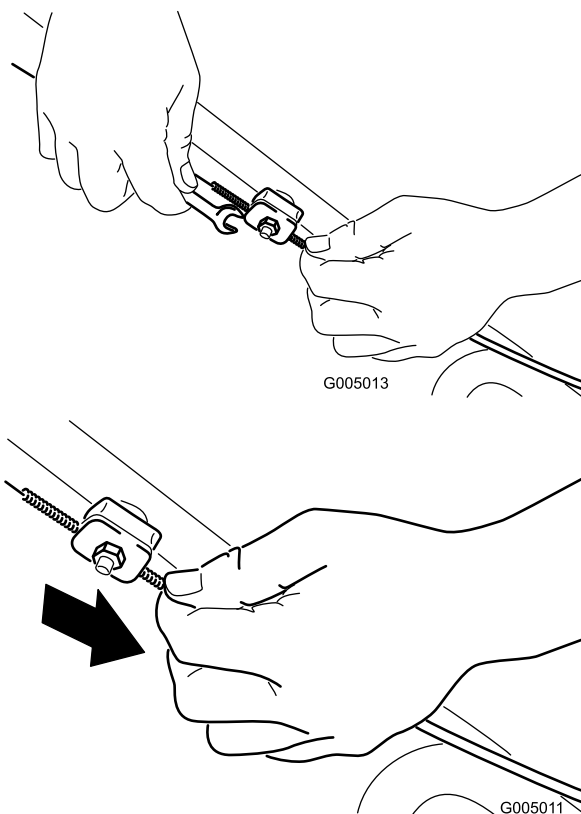

Рисунок 27
1. Ослабьте гайку держателя троса (Рисунок 27).
2. Вытягивайте оболочку троса (к газонокосилке), пока в тросе не появится слабина (Рисунок 27).